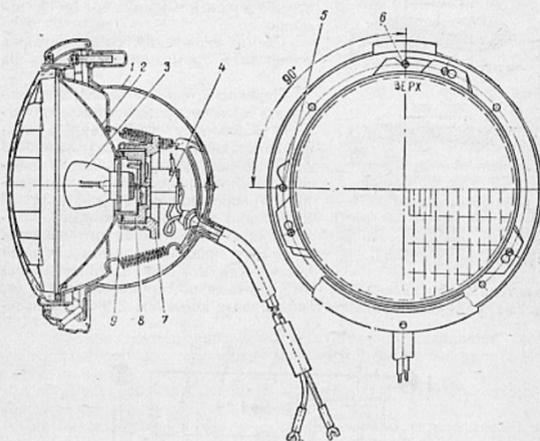

Рис. 97. Фара:
**Фары.** Фара (рис. 97) имеет корпус 1, герметичный оптический элемент 2 с фланцевой лампой 3. Фары включаются центральным переключателем света, а переключаются с дальнего света на ближний и наоборот ножным переключателем.
Для регулировки фар необходимо иметь экран, размеченный согласно рис. 98. Ненагруженный автомобиль установите на ровной горизонтальной площадке перед вертикально установленным экраном на расстоянии 7,5 м от него так, чтобы вертикальная линия экрана совпала с продольной осью автомобиля. Сняв ободки обеих фар, включите свет. Отрегулируйте винтами 5 (рис. 97) и 6 одну фару (закрыв другую) так, чтобы самая яркая точка светового пятна лежала соответственно на правой или левой вертикальной линии. Световое пятно должно располагаться, как указано на верхней проекции. Так же отрегулируйте другую фару.